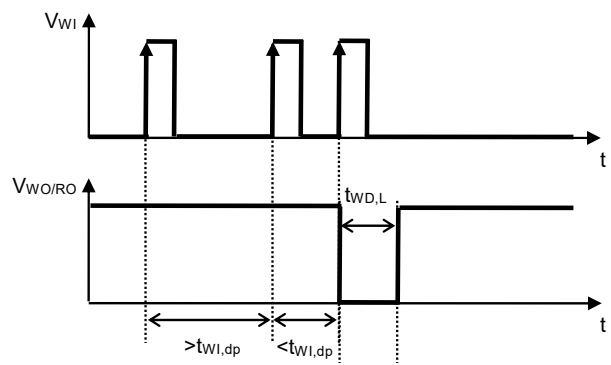

図8 ウォッチドッグダブルパルス検出時間
- \*3. ウォッチドッグタイマがトリガの検出を開始してから、 $t_{WI,dp}$ 経過前までに再びトリガを検出し、WO / RO端子出力が "L" に変化するまでの時間 (図8参照)。この値は $C_{DLY}$ で変更可能です。